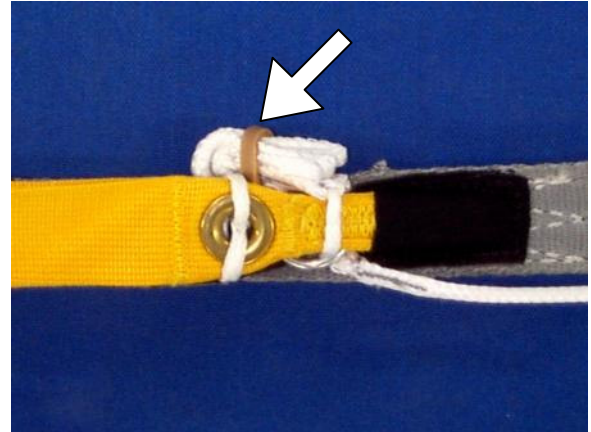

Figure 5. – Excès de commandes rangé dans son élastique.
2. Mettre les demi-freins normalement. Replier en "S" l'excès de commandes et ranger le dans l'élastique coupé *comme montré dans la Figure 5*. Le rangement en "S" doit être fait le plus court possible pour éviter de laisser des lovages de rangement de commandes trop larges exposés auprès des cabillots.